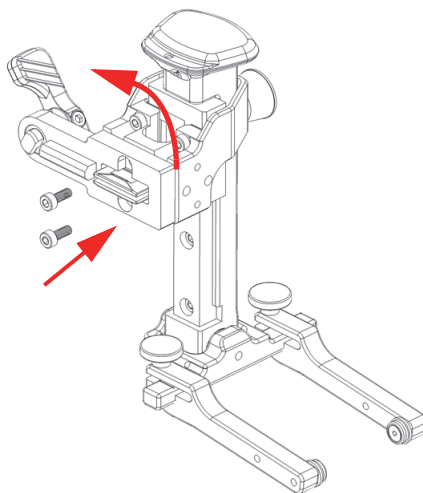

Abbildung 2-21 Halterung der federbelasteten Arme tauschen
2. Drehen Sie die Halterung der federbelasteten Arme um 180° (Abbildung 2-21 auf Seite 52).
3. Drehen Sie die beiden Schrauben wieder ein (Abbildung 2-21 auf Seite 52).